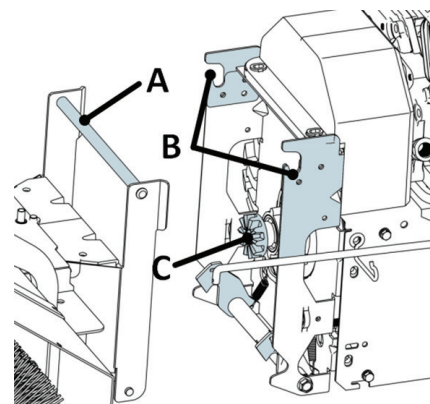
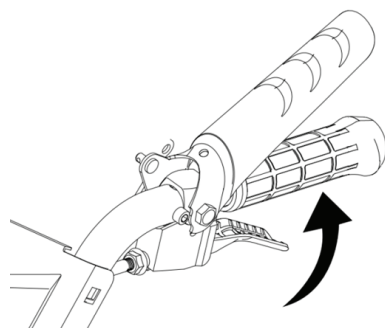

Рисунок 14
Рисунок 12
4. Опустите машину, установите рулевую тягу (рисунок 14А) в два крюка (рисунок 14В), чтобы соединить шестерни (рисунок 14С) как показано на рисунке 15. Обратите внимание, что в процессе установки нельзя зажимать красный рычаг блокировки управления под левой ручкой (рисунок 12).